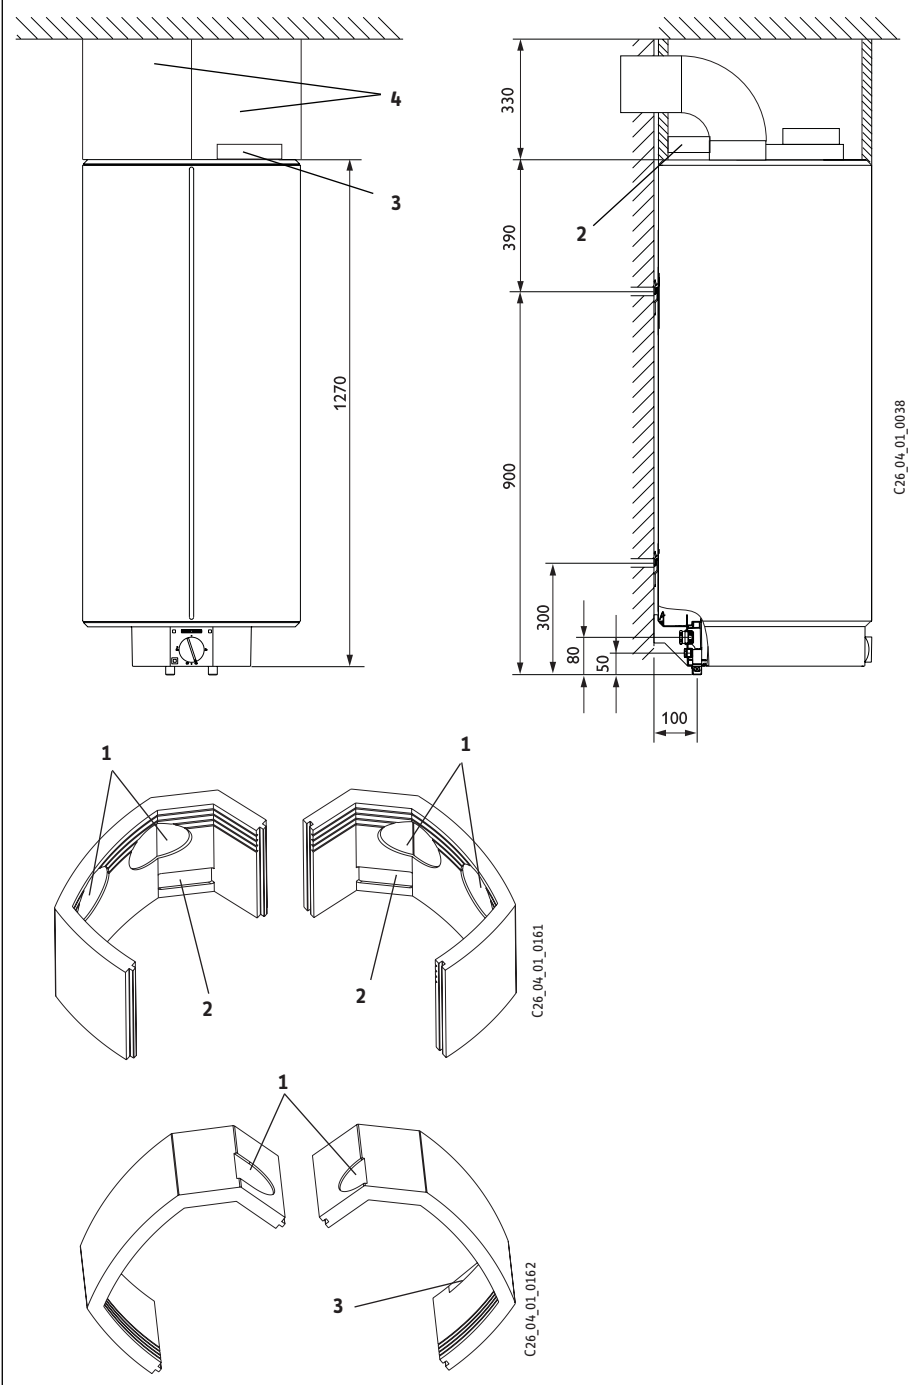

Abb. 5
- Bei Verwendung der Verkleidung achten Sie auf den Abstand zwischen Gerät und Decke. Abb. 5
Montieren der Verkleidungsteile (Abb. 5)